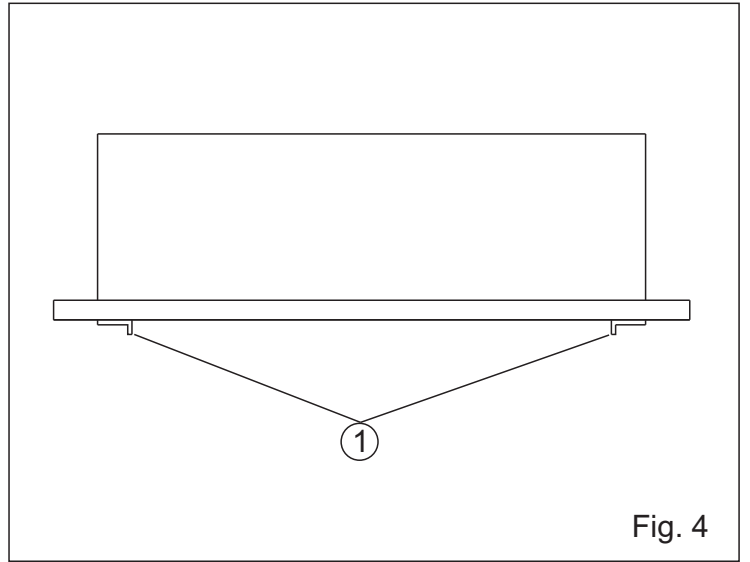

Fig. 4
1. Spingere le due maniglie l'una contro l'altra (Fig. 4/1) e sganciare la griglia dalla scocca. Per i modelli dotati di filtro alluminio con maniglia, togliere lo stesso come al punto 2 e tirare le linguette verso l'interno come in figura 8/1.